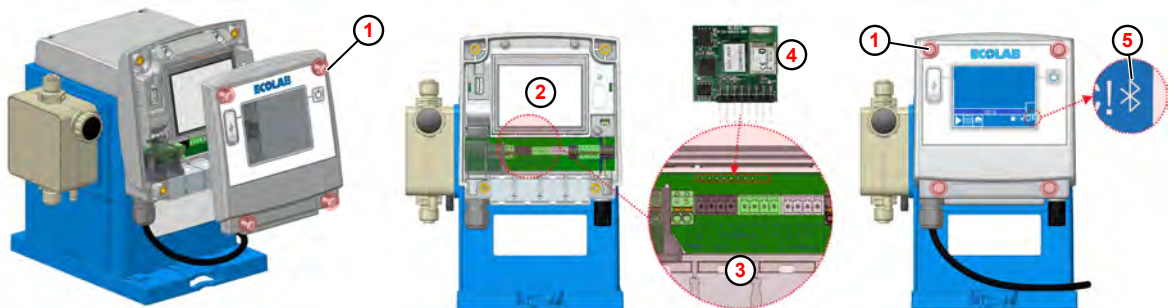

Abb. 117: Aufrüstung mit Bluetoothplatine
1. Deckelschrauben (Abb. 117 , ①) mit einem Torx-Schlüssel (TX25) lösen.
2. Deckel ② nach vorne abnehmen.
3. Stecker mit Nummerierung 4-5, 6-8, 10-13 und 14-17 ③ abziehen, um Platz zur Montage der Bluetooth-Platine zu schaffen.
4. Bluetooth-Platine ④ in den Einsteckschacht drücken.
7. Frontdeckel ② lagerichtig auf das Gehäuse aufsetzen.